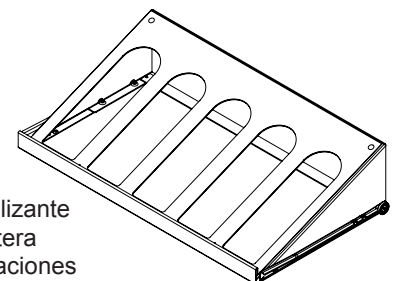

Figura 13
- (1) gaveta exhibidora deslizante para 5 botellas con estera amortiguadora de vibraciones. (vea la Figura 13).